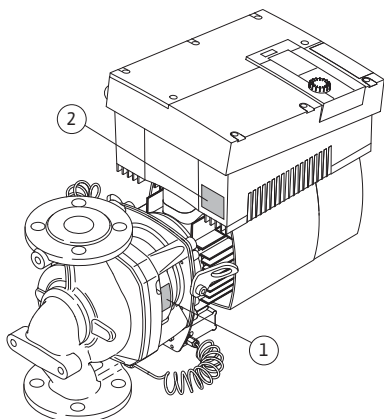

Fig. 11: Disposition des plaques signalétiques :
- La plaque signalétique de la pompe (fig. 11, pos. 1) contient le numéro de série (Ser.-No.../...) p. ex. nécessaire pour la commande de pièces de rechange.
- La plaque signalétique du module électronique (module électronique = inverseur ou convertisseur de fréquence) (fig. 11, pos. 2) précise la désignation du module électronique utilisé.